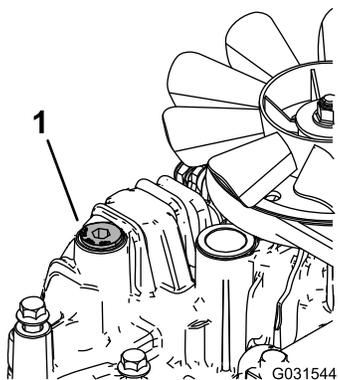

Figure 62
11. Dévissez le bouchon d'aération sur chaque transmission pour qu'il soit desserré et ballotté (Figure 62).